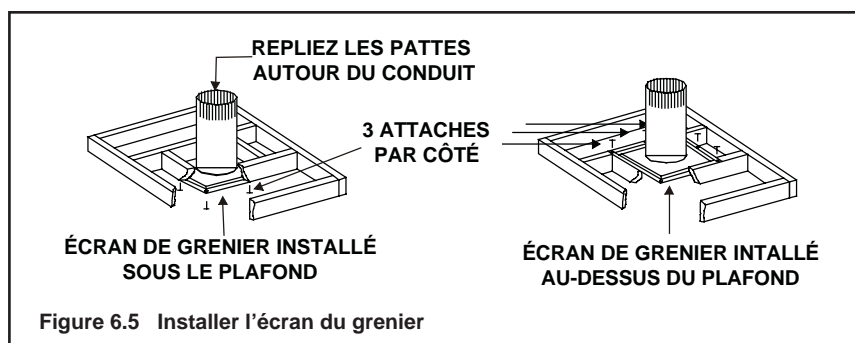

Figure 6.5 Installer l'écran du grenier
- L'écran de grenier doit être installé au-dessus ou sous le plafond (voir la figure 6.5).